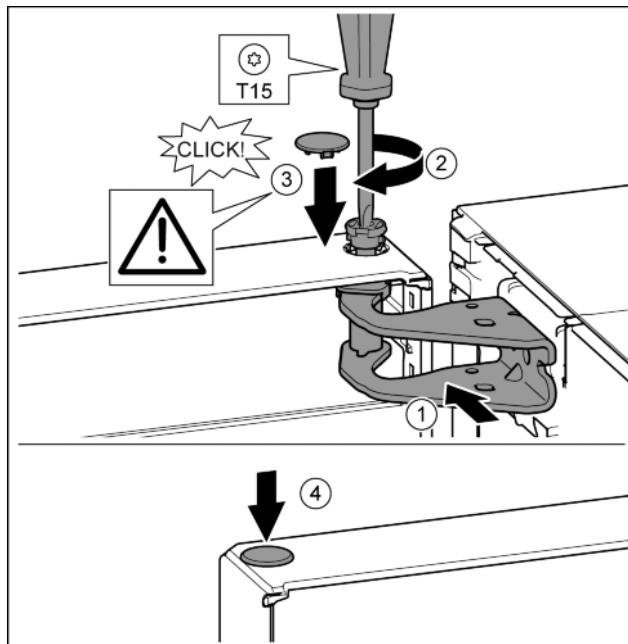

Fig. 17
- Вирівняйте дверцята зверху по отвору в опорному кронштейні. Fig. 17 (1)
- Вставте палець та закрутіть за допомогою викрутки T15. Fig. 17 (2)
- Встановіть захисну кришку для захисту дверцят: вставте захисну кришку і проконтрольуйте, щоб вона прилягала до дверцят. Якщо це не так, повністю вставте палець. Fig. 17 (3)
- Вставте пробку. Fig. 17 (4)